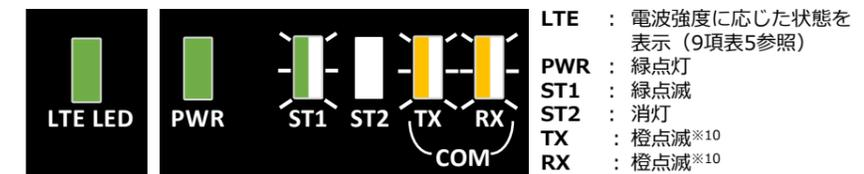

図13. SVセンサ設定完了後の表示LEDランプ状態
(1) SVセンサのランプ状態が図13の通りであることを確認する。
・ LEDランプが図13と異なる場合は、「エコめがねサービスヘルプデスク」までご連絡ください。